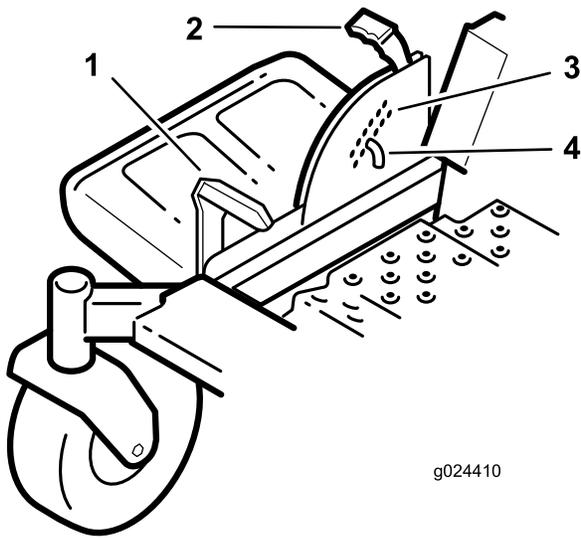

Figure 23
1. Appuyez sur la pédale de commande du plateau de coupe avec le pied et relevez le plateau à la position du verrou de transport (qui est aussi la position de hauteur de coupe de 114 mm), comme montré à la Figure 23.
2. Pour changer de hauteur de coupe, retirez la goupille du support de hauteur de coupe (Figure 23).
3. Insérez la goupille dans le trou du système de hauteur de coupe correspondant à la hauteur de coupe voulue (Figure 23).